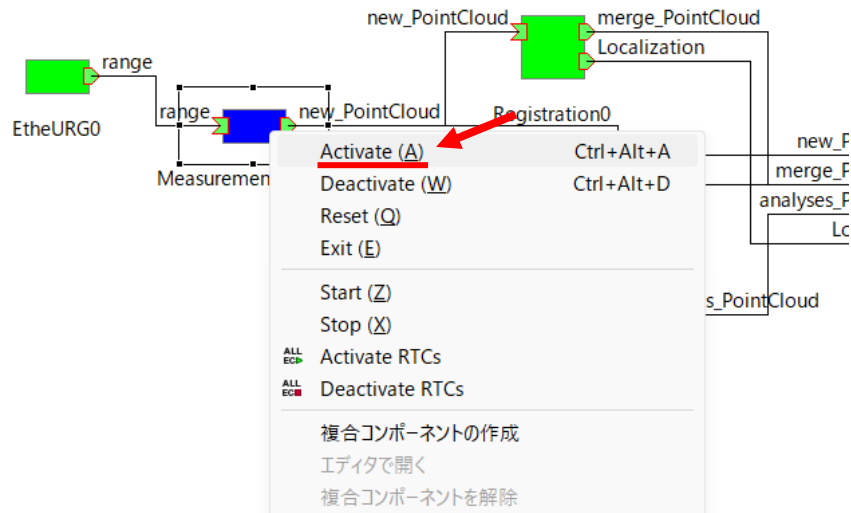

図 41 "MeasurementSystem0"の[Active]
- ③ 図 41 のように MeasurementSystem RTC を再度[Activate]することで LiDAR による 2 回目の計測が開始される。この様に②と③を繰り返すことで何度も計測することができる。また、EtheURG RTC 以外のすべての RTC において[ALL Activate Systems]することで、各処理が新たに実行される。この時、PointCloud_Viewer RTC の Viewer ウィンドウを閉じている必要がある。Viewer ウィンドウを閉じていないと新しい点群データを PointCloud_Viewer が受け取られないため、新しい点群データを Viewer